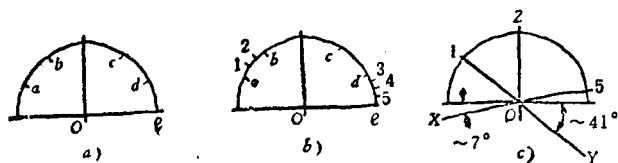
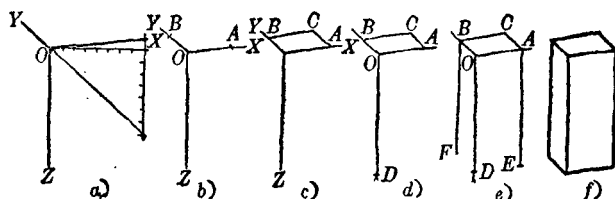

图23 二等轴测投影轴的画法。
图25 方柱体竖放时立体草图的画法。
1. 先按图21 e 或图23的方法作出投影轴(图25 a)。二等轴测的投影轴可以画成图5 a、b、c的三种位置,任何一种位置都可以,现在假设取为图5 a 的位置;
2. 凭目测在 OX 轴上截取 $OA = a = 10$ 毫米, 在 OY 轴上截取 $OB = \frac{b}{2} = 5$ 毫米(图 25 b);
3. 过 A 、 B 两点徒手画平行于 OY 和 OX 的线段, 两条平行线相交于 C 点(图25 c);
4. 在 OZ 轴上, 凭目测截取 $OD = h = 24$ 毫米(图 25 d);
5. 过 A 、 B 两点徒手画垂线 AE 、 BF , 这两条垂线的长度都与 OD 相等(图 25 e);
6. 连接 DE 、 DF ; 并加深描粗轮廓线(图25 f)。